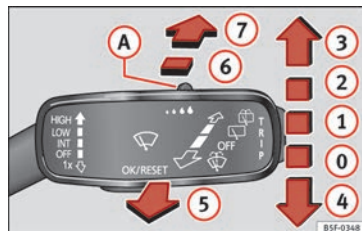

Fig. 130 Palanca del limpiacristales: limpialuneta.
- Presione la palanca hacia delante hasta la posición ⑥ » fig. 130. El limpiacristales debe accionarse en intervalos de 6 segundos.
- Presione la palanca completamente hacia delante hasta la posición **7** » **fig. 130**. El limpiaventana y el lavaluneta funcionan simultáneamente. El lavaluneta seguirá funcionando mientras mantenga la palanca en esta posición.